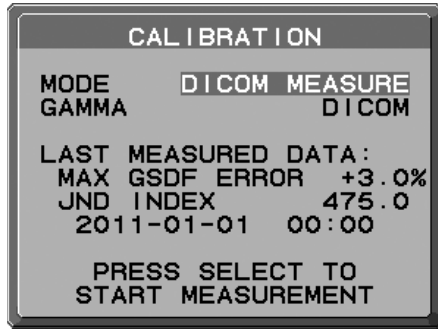

Figure D.1
2. Utilisez les touches « GAUCHE » et « DROITE » pour sélectionner la MESURE DICOM pour le MODE de sélection (Figure D.1).